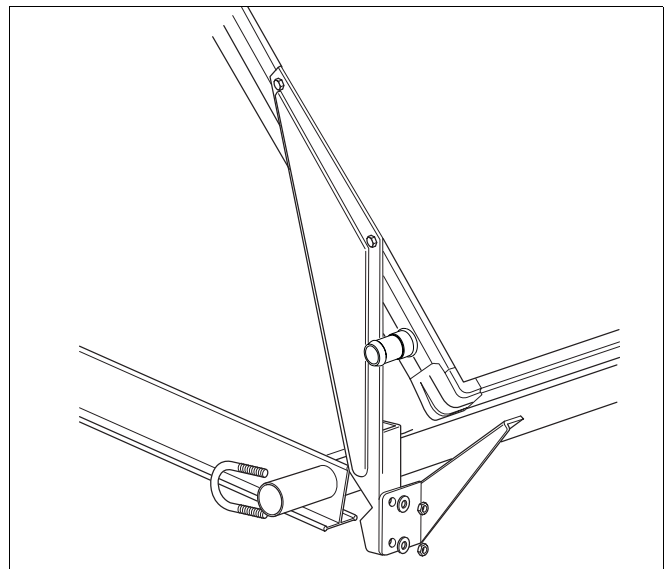

Abb. 16 Kollektorhalter unten an Rundprofil montieren
- Setzen Sie den Kollektor mit den unteren Kollektorhaltern auf die Distanzrohre und schrauben Sie die Kollektorhalter mit den beiliegenden Bügelschrauben M8 fest (Abb. 16).